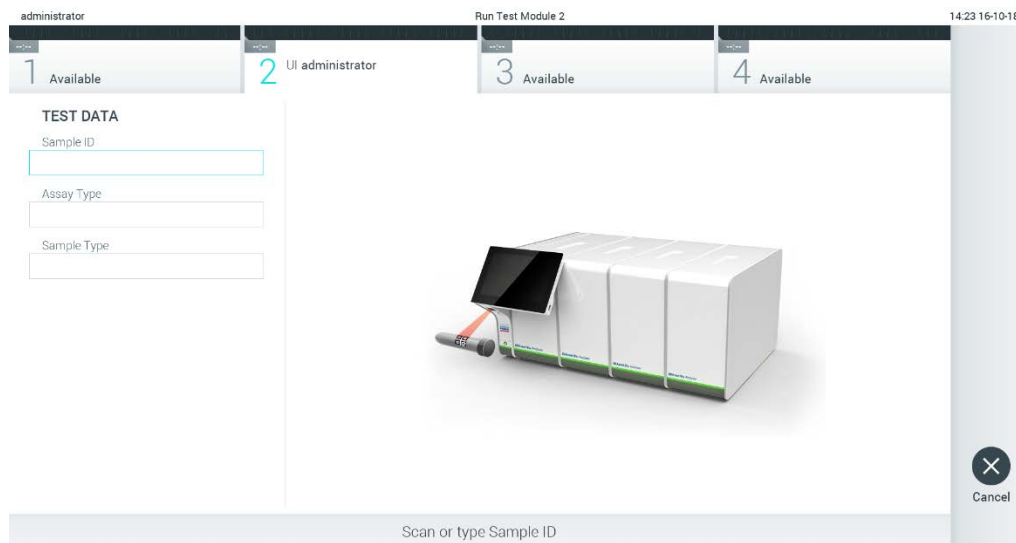

Figure 23. Scan du code-barres de l'ID d'échantillon.
2. Lorsque vous y êtes invité, scannez le code-barres de l'ID d'échantillon avec le lecteur de code-barres intégré au module opérationnel (figure 23).